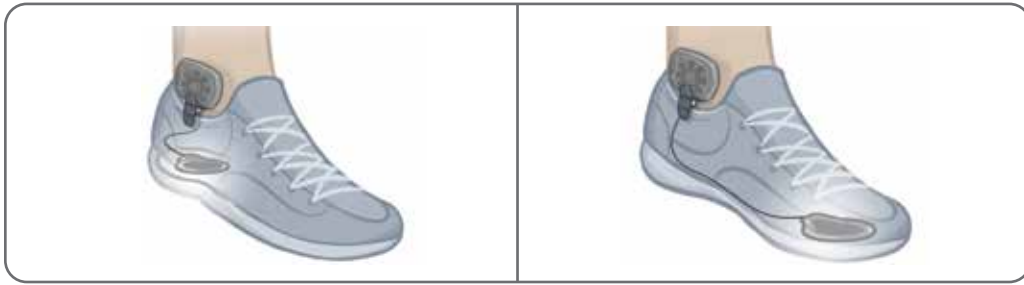

Bild 8-14: Slutlig position för fotsensorn ansluten till skon
5. Kläm fast fotsensorsändaren på den inre kanten på skon. Vänd stjärnlogotypen på sändaren utåt. Se bild 8-14.
6. Täck trycksensorn med innersulan. Stoppa in överflödiga kabel under innersulan. Se bild 8-14.